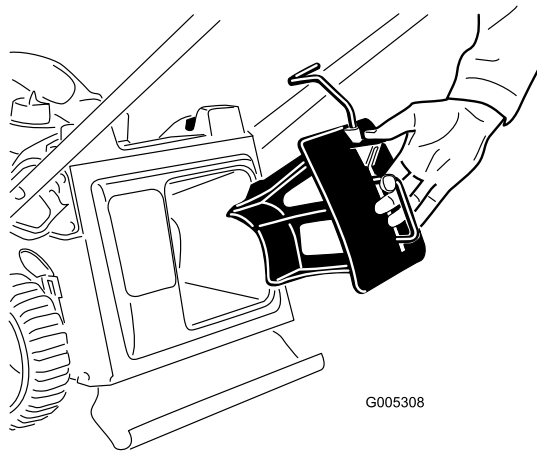

Figure 7
1. Si ce n'est déjà fait, insérez l'obturateur de broyage dans le tablier de coupe (Figure 7).